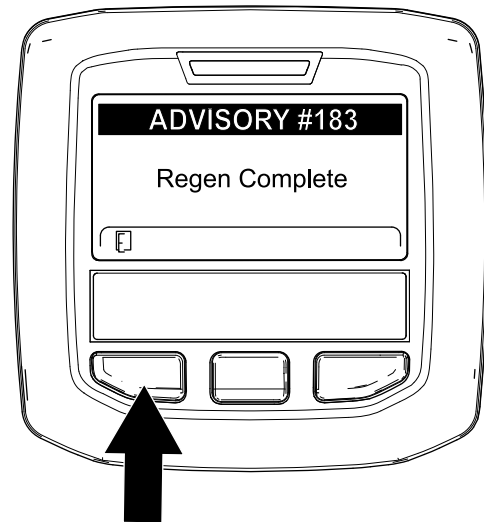

Figure 85
9. Quand le calculateur moteur achève une régénération en stationnement ou une d'urgence, l'InfoCenter affiche l'AVIS N° 183 (Figure 85). Appuyez sur le bouton gauche pour revenir à l'écran d'accueil.